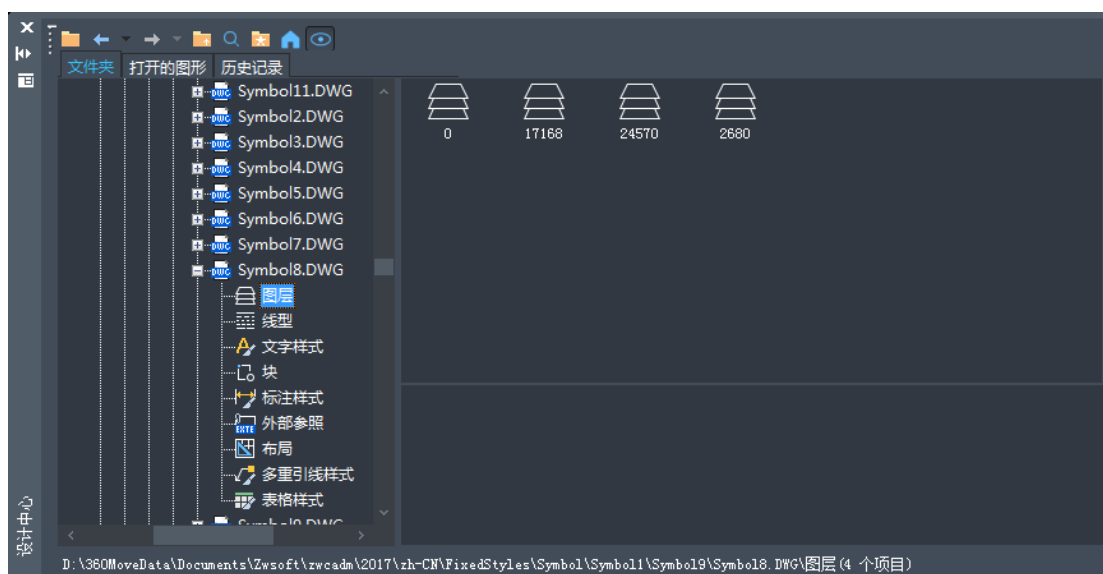

图 5-34 “设计中心”图案填充
6) 双击其中一个文件,相关的文件会被加载到设计中心,如果图 5-34 所示,用户可以直接打开该文件或插入文件中的块、图层、外部参照等内容到当前图形中。